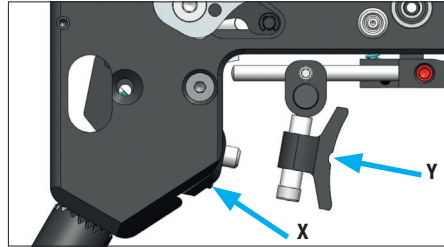

Fig. 9
3. Pour aligner la détente mécanique, appuyez légèrement en direction X (fig. 9) et déclenchez une fois la détente par l'intermédiaire de la queue de détente (Y). La détente glisse vers le haut, ce qui permet à présent de visser la deuxième vis de blocage.